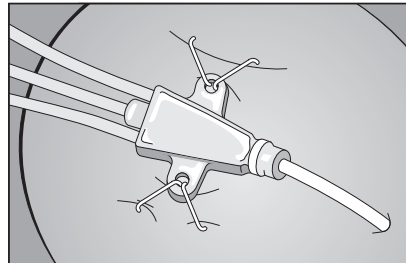

Figure 2
- Serrer fermement le dispositif d'ancrage pour fermer l'agrafe et fixer le cathéter à la peau (consulter la figure 2).